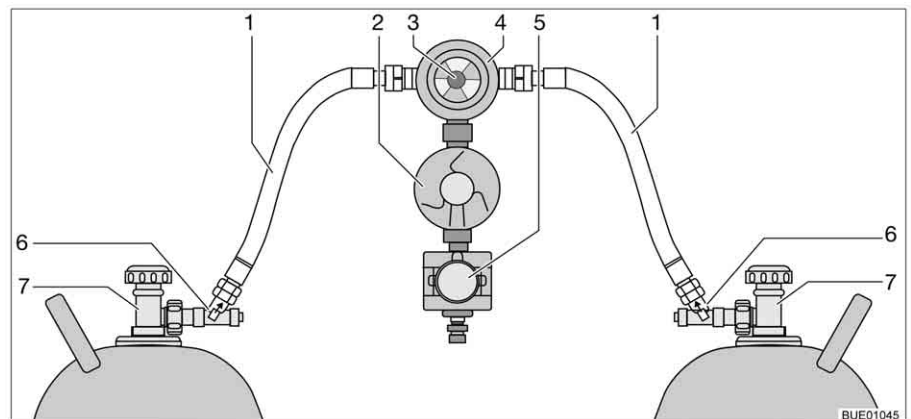

Bild 127 Crash-Protection-Unit-omkopplingsenhet
Crash-Protection-Unit består av två genomflödesbegränsare med manuell frigöring (Bild 127,6), en omkopplingsventil (Bild 127,4) med tryckregulator (Bild 127,2), en elventil (Bild 127,5) och kontrollenheten med trefärgad lysdiod. Omkopplingsventilen är monterad mellan de båda gasslangarna (Bild 127,1).
Med vredet (Bild 127,3) på omkopplingsventilen ställer du in vilken gasflaska som ska användas som driftflaska och vilken som ska användas som reservflaska.
Med kontrollenheten (Bild 128) kan endast de elektriska funktionerna styras. Gasflaskornas huvudavstängningsventiler (Bild 127,7) och frigöringarna (Bild 127,6) måste öppnas för hand.
- Öppna huvudavstängningsventilerna på gasflaskorna (Bild 127,7).
- Tryck in frigöringarna (Bild 127,6) i tio sekunder efter varandra.
- Med vredet (Bild 127,3) på omkopplingsventilen (Bild 127,4) väljs gasflaskan, som ska prioriteras (driftflaska).
- Stäng huvudavstängningsventilerna på gasflaskorna (Bild 127,7).